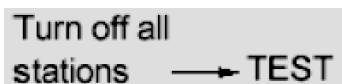

图 12-81 BT200 测试显示 - 关闭电源
- 1) 站点测试。需要检查是否所有的连接器都已经从站点上移开 (不能带电测量), 或者检查所有站点是否都已断电, 如图 12-81 所示。